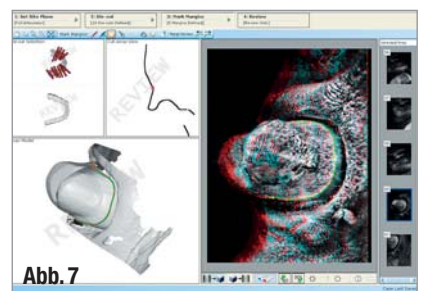

Abb. 7
- ▲ Abb. 7: ... und in 3-D-Ansicht.